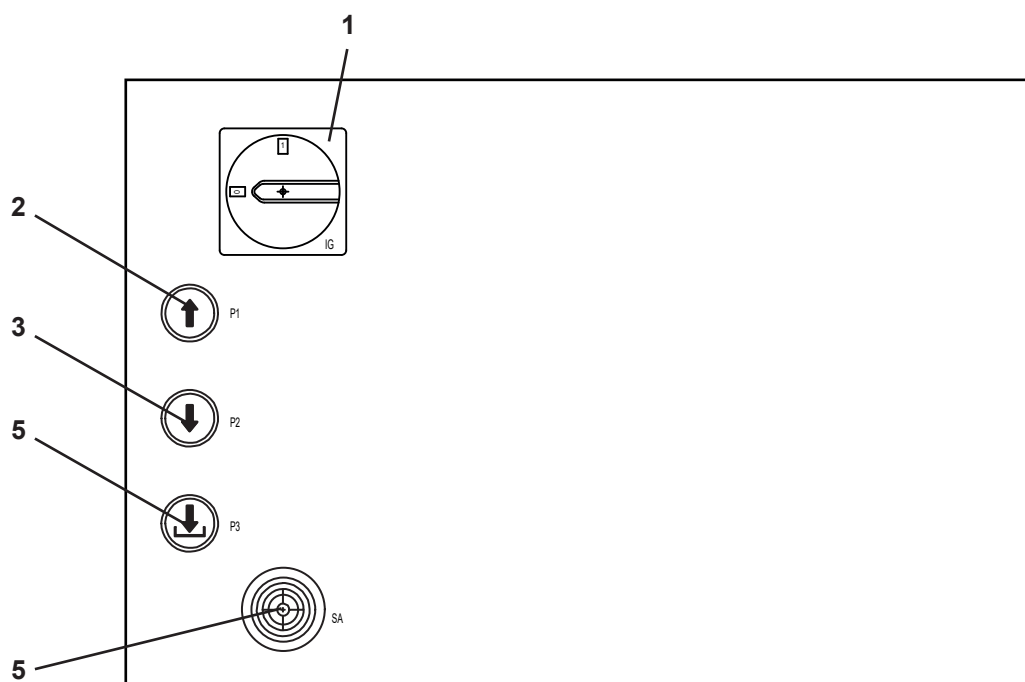

Fig. 8
3.3.1 Quadro elettrico (Fig.8)
3.3.1 Electric panel (Fig.8)
3.3.1 Sicherungskasten (Zu Abb.8)
3.3.1 Armoire électrique (Réf.Fig.8)
3.3.1 Cabina electrica (Ref. Fig.8)